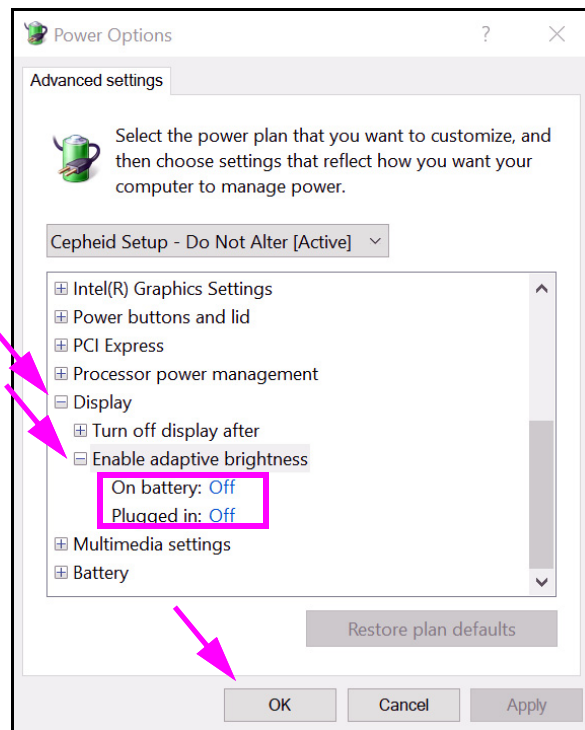

图 2-28. Power Options—Advanced settings（电源选项—高级设置）窗口（显示屏）
7. 在 Power Options Advanced settings（电源选项高级设置）窗口，双击 **Display**（显示屏）以展开视图，然后-双击 **Enable adaptive brightness**（启用自适应亮度）。请参见图 2-28。